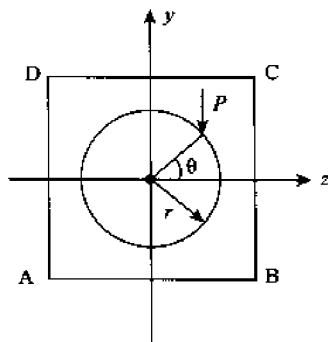

图 8-25
(2) 当 P 力作用在圆周上, 其截面如图 8-25 所示,